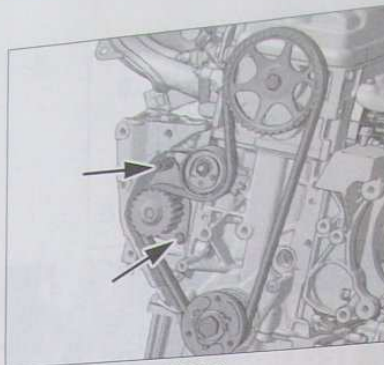

FIG. 29
- Déposer les vis de fixation de la pompe à eau et la dégager (Fig.29).